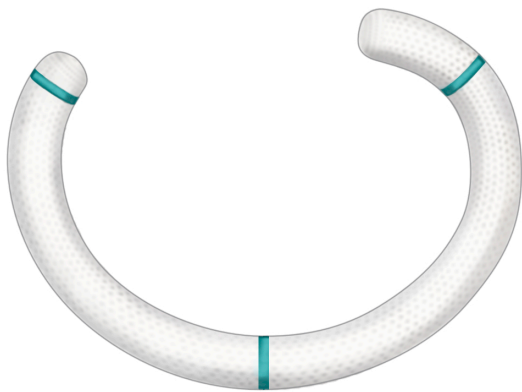

Figure 1 : Vue atriale ■ Afbeelding 1: Atriale weergave
■ Abbildung 1: Atriale Ansicht